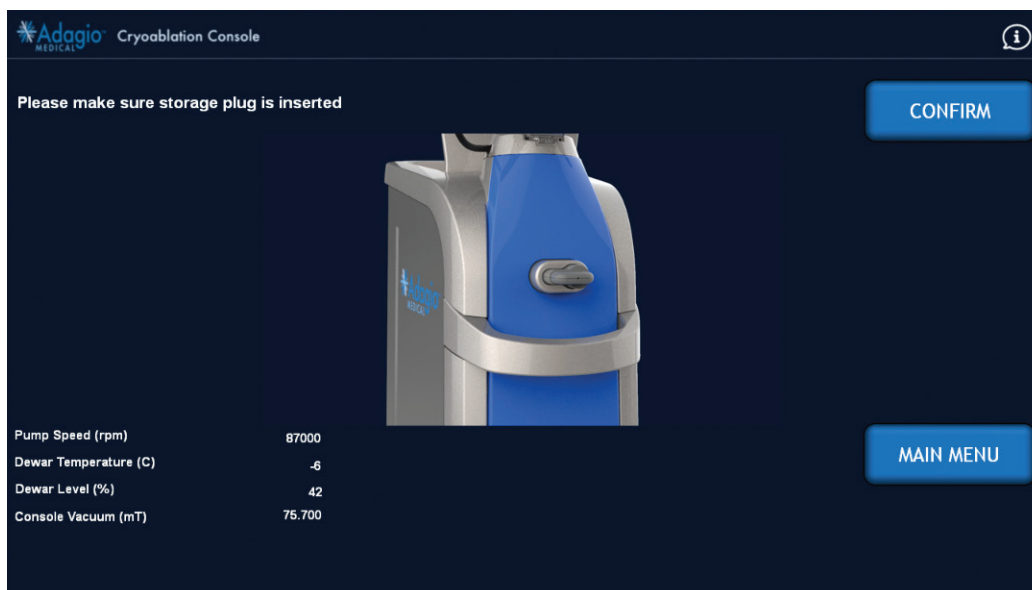

Abbildung 13 – Bildschirmanzeige: Blindstecker einstecken
1. Im Hauptmenü (Abbildung 9) die Option „Prepare Console“ (Konsole vorbereiten) auswählen. Zu diesem Zeitpunkt muss der Blindstecker eingesteckt werden (Abbildung 13). Befindet sich der Blindstecker an Ort und Stelle, auf „CONFIRM“ (Bestätigen) drücken.